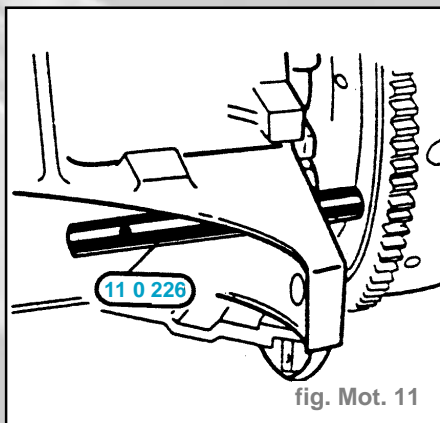

fig. Mot. 11
- Enlever la tige de blocage avant de faire tourner le moteur (fig. Mot. 11).
- Caler le vilebrequin au PMH avec l'outil spécial 11 2 300 (fig. Mot. 11).